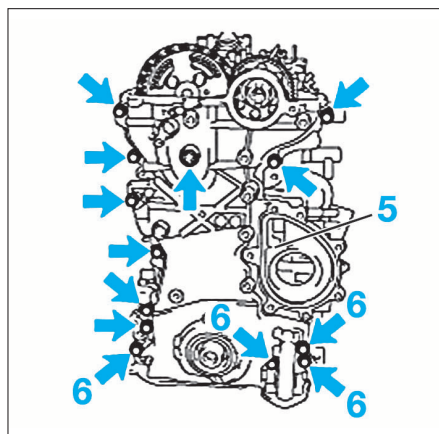

FIG. 33
- Déposer le carter de chaîne de distribution/pompe à huile (5) (13 vis) (fig. 33).
- appliquer du produit adhésif (type THREE BOND 1324 ou équivalent) sur les vis (6) (fig. 33).